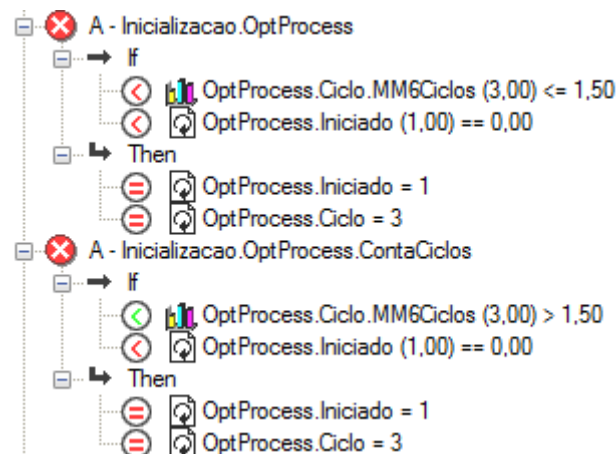

Figura 34 - Estratégia – Inicialização OptProcess.
**Inicialização OptProcess e Conta Ciclos:** A iniciação do OptProcess se dá em um número de ciclos específicos por meio da estratégia definida. Como é mostrado na figura 34 as duas estratégias de inicialização estabelecerem 3 ciclos para a inicialização do